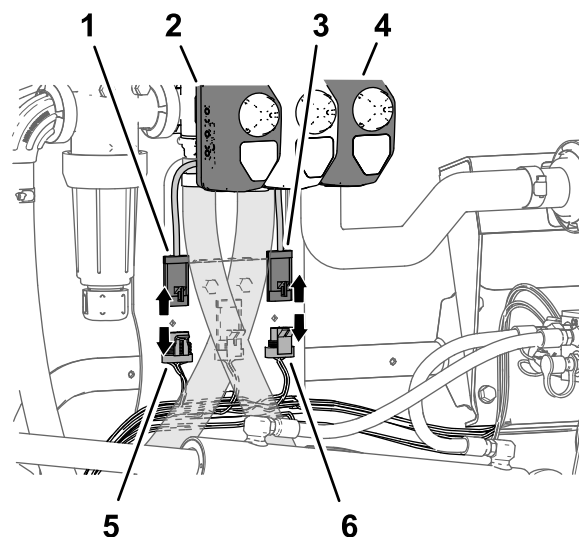

Bild 30
3. Schließen Sie den 3-Buchsen-Stecker des Maschinenkabelbaums, der mit MASTER SPRAY VALVE beschriftet ist, vom 3-Stift-Stecker des Hauptprühventil-Aktuators ab (Bild 30).
2. Schließen Sie den 4-Buchsen-Stecker des Maschinenkabelbaums, der mit RATE VALVE beschriftet ist, vom 4-Stift-Stecker des Dosierungsventil-Aktuators ab (Bild 30).